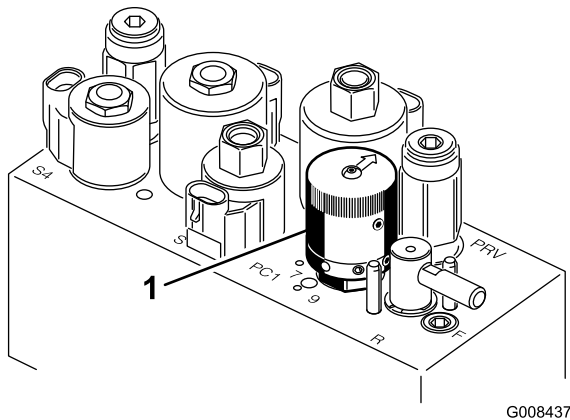

Bild 29
4. Drehen Sie zum Einstellen der Spindeldrehzahl das Handrad (Bild 29), bis die Zeiger auf die Nummer zeigen, die der gewünschten Einstellung entspricht.